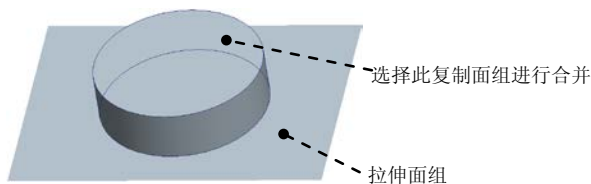

图 18.11 将复制面组与拉伸面组进行合并
(1) 按住 **Ctrl** 键，选取 Stage1 创建的复制曲面和 Stage2 创建的拉伸曲面，如图 18.11 所示。
(2) 单击 **分型面** 功能选项卡 **编辑** 区域中的 按钮，系统弹出“合并”操控板。